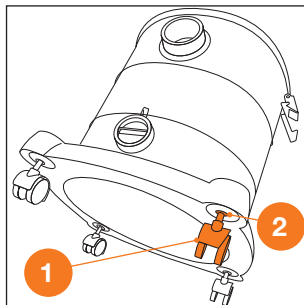

Рис. 3
1. Вставьте колёса **1** в посадочные отверстия **2** и плотно прижмите их до упора (Рис. 3).